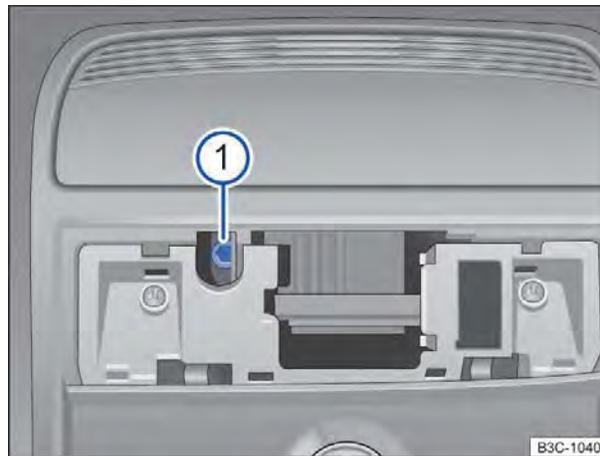

Fig. 223 Parafuso sextavado para fechamento do teto solar panorâmico.
- Encaixar uma chave sextavada comum¹⁾ de tamanho de 4 mm no parafuso sextavado ⇒ Fig. 223 ①.